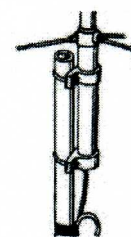

Рис. 7
2.6 Плотнo прикрутите гильзу крепления к согласующему устройству антенны (рис. 7).